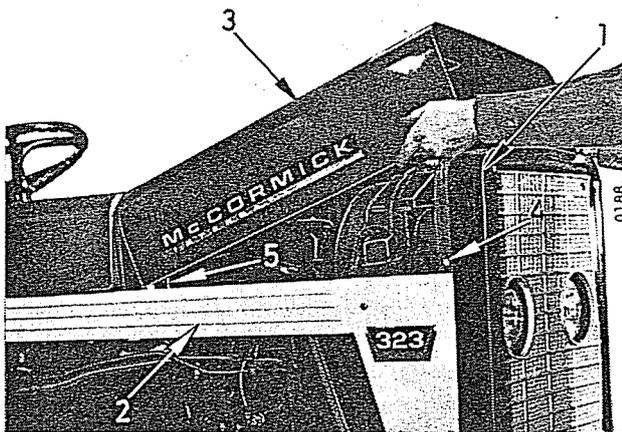

Fig. 29
Pour démonter le capot, enlevez les deux vis (4, Fig. 29) et libérez les deux attaches latérales (5). Soulevez ensuite le capot et tirez-le vers l'avant. Le carter de calandre (1) et les tôles latérales (2) restent en place.